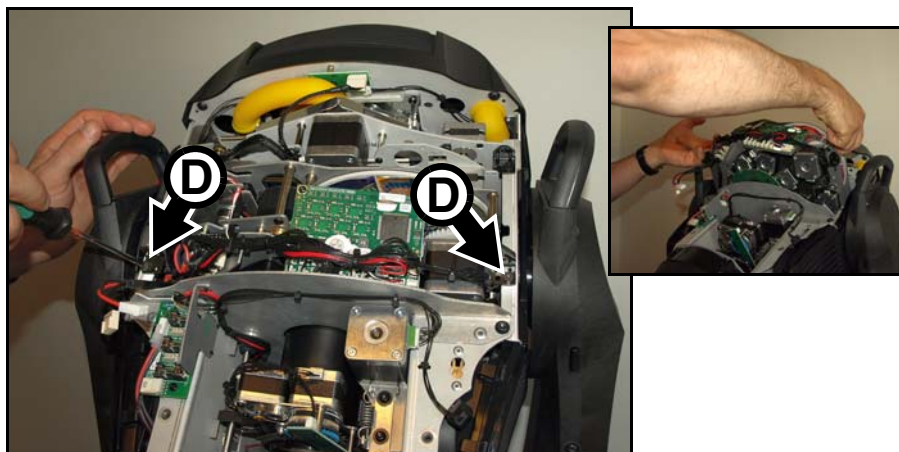

Figure 15: Retrait du module
3. Voir Figure 15. Dévissez les deux vis Torx 20 **D** pour libérer le module puis dégagez le module de la tête et placez-le sur un plan de travail, les moteurs vers le bas.